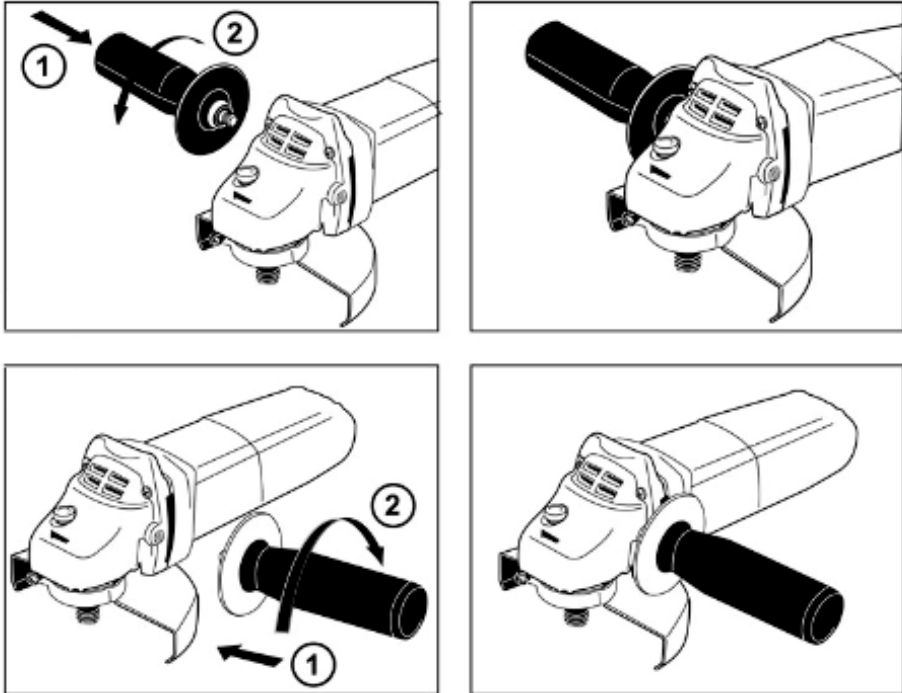
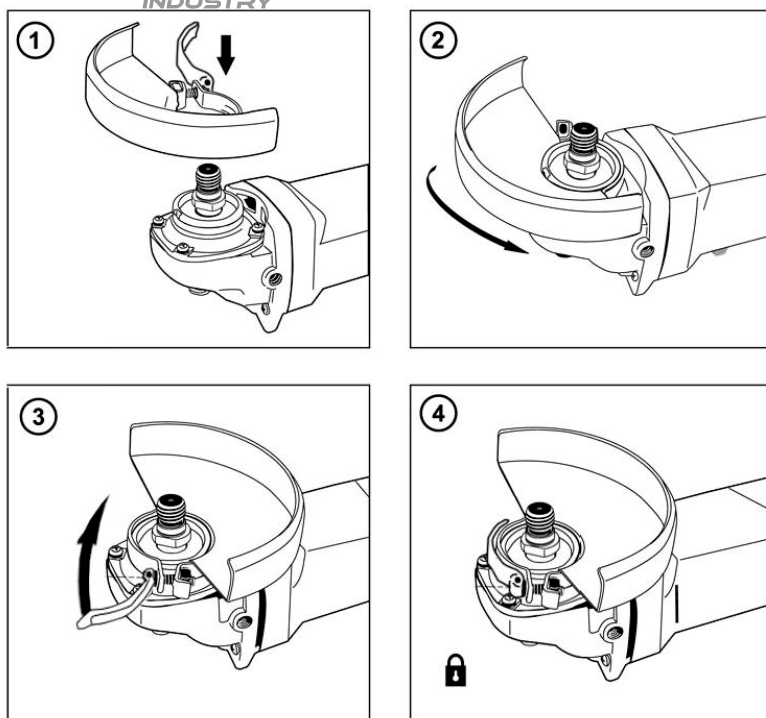
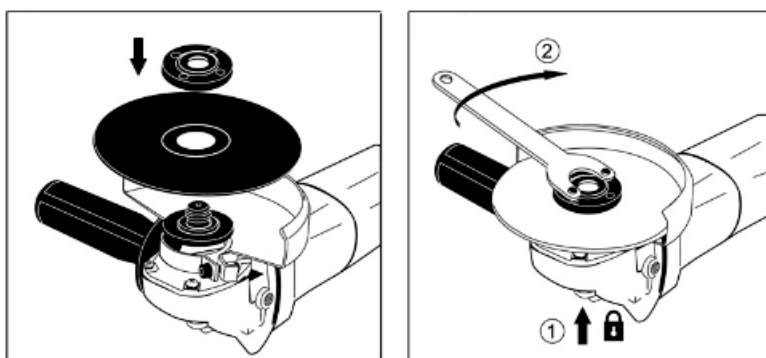

Рис.2
Рис.3
Рис.4
При нажатии клавиши выключателя (3, рис.1), происходит включение электродвигателя. Крутящий момент от электродвигателя передается через одноступенчатый редуктор на шпиндель машины. Фиксация шпинделя осуществляется нажатием и удерживанием в нажатом положении кнопки фиксатора диска (см. рис.3). Крепление диска осуществляется посредством затяжки фланцевой зажимной гайки с резьбой (см. рис.4). Регулировка и фиксация положения защитного кожуха (см. рис.3) происходит путем ослабления и затяжки стопорного винта. Конструкция шлифмашины позволяет устанавливать дополнительную рукоятку (см. рис.2) в двух положениях. Выбор скоростного режима, осуществляется с помощью кнопки (5, рис.1). Контроль уровня заряда аккумуляторной батареи осуществляется с помощью индикаторов заряда (11). Общий вид устройства представлен на рис.1, стр.5.
Для удобства выполнения работ дополнительную рукоятку можно установить с левой и с правой стороны редуктора. Вставьте рукоятку в соответствующее резьбовое отверстие и заверните до упора по часовой стрелке. См. рис.2.
Ваша модель шлифмашины оборудована защитным кожухом с системой быстрой фиксации. Установите защитный кожух на редуктор шлифмашины, как это показано на иллюстрации ниже. Выберите нужное положение кожуха и зафиксируйте его быстросъемным механизмом. При необходимости ослабления/затягивания механизма используйте регулировочный винт. См. рис.3.
Установите на шпиндель посадочную шайбу. Установите на посадочную шайбу диск. Закрутите прижимную шайбу. При установке следите, чтобы диск установился без перекосов. Для надежной фиксации диска зафиксируйте вращение шпинделя кнопкой-фиксатором (2, рис.1) на редукторе (7, рис.1) и воспользуйтесь специальным ключом для прижимной шайбы. См. рис. 4.